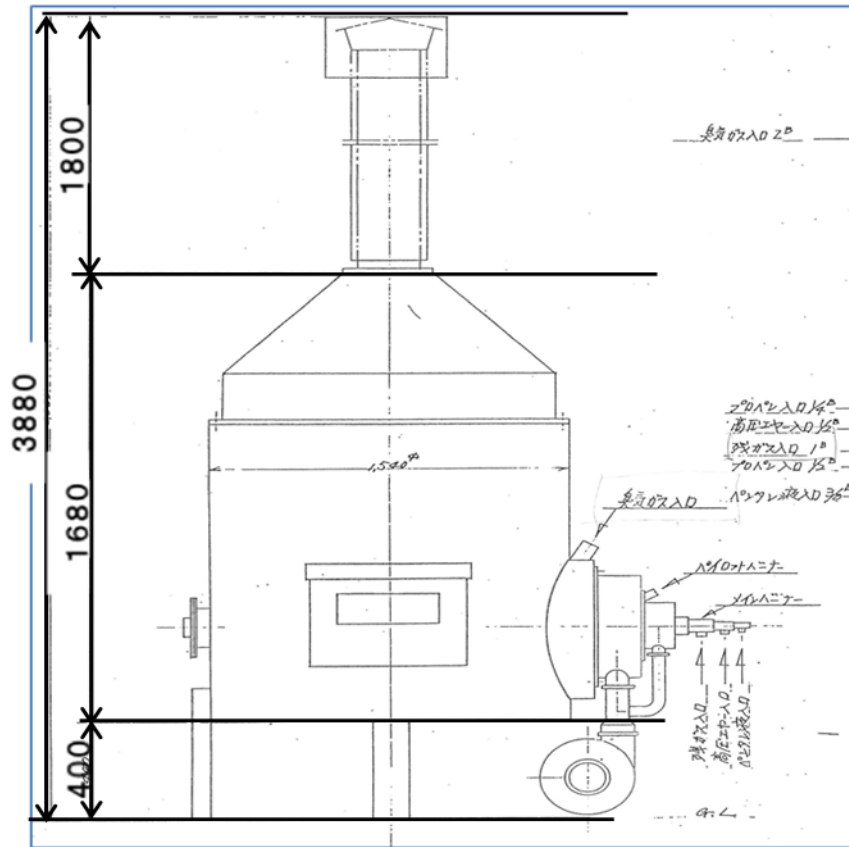

図 1 残ガス処理焼却炉概略図
<p>事故発生原因の詳細</p> <p>(1) 残ガス処理燃焼炉</p> <p>残ガス処理燃焼炉の概略図を図1に、その周辺フローを図2に示す。</p> <p>残ガス処理燃焼炉はLPガスを燃料ガスとして、LP容器の残ガス、容器検査で発生する廃水の臭気ガス、粉末塗装を乾燥する炉の排気ガスを処理する。着火および点火については、パイロットバーナーにイグナイターで着火した後、燃焼炉バーナーに点火する方式である。燃料のガスは、回収容器から回収したLPガスを昇圧し、良質ガスと称して使用している。</p> <p>通常、炉内は、ガスで250℃以上に温度を上げて、各種ガスの処理を行う。容器の残ガスは、残液を回収した後、真空ポンプにて排出する排ガスである。残ガスは、容器の回収毎に断続的に燃焼炉に投入し、処理している。</p> <p>容器の耐圧試験に使用した廃水を貯蔵する地下ピットは、有機物を含み、臭気ガスを発生する。臭気ガスは燃焼炉で断続的に処理している。</p> <p>容器の粉末塗装を乾燥する炉の排気ガスを乾燥ブローで吸引し、燃焼炉で常時処理している。</p>
(2) 焼却炉メーカーによる設備点検の結果を以下に示す。